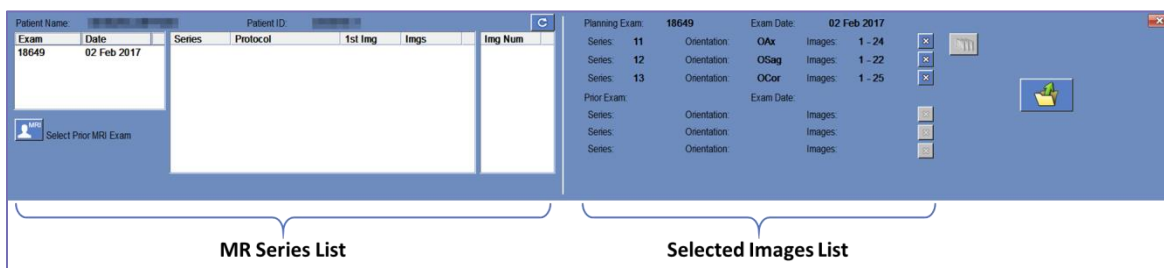

Figura 6-5: Fase di pianificazione: modulo per il caricamento
3.  Premere questo pulsante e aprire il modulo per il caricamento (vedere la Figura 6-5).